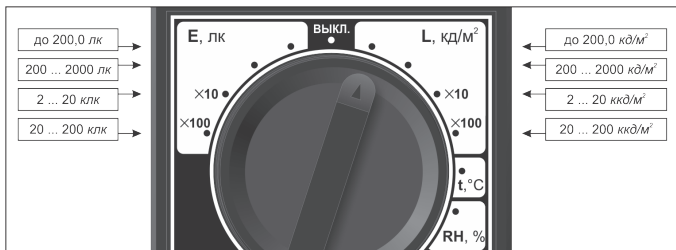

Рис.3 – Пределы измерения световых параметров
7.2.3 Появление на ЖКИ символа « 1 . . . » информирует о превышении значения измеряемого светового параметра установленного предела и о необходимости перехода на последующие пределы измерения (Рис.3).